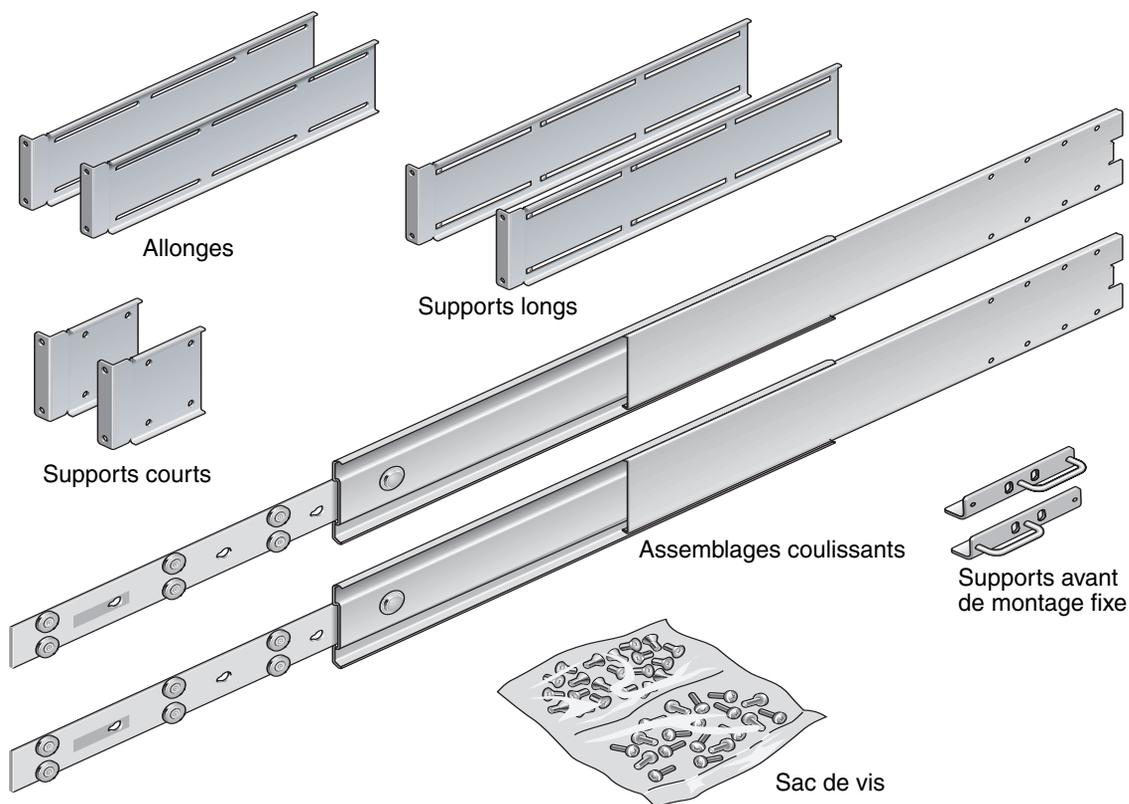

FIGURE 3-6 Contenu du kit à glissières destiné au montage dans un rack de 19 pouces à quatre montants
1. Retirez les supports de montage fixe et les vis cruciformes à tête plate M5 x 8 mm du kit de montage en rack (voir FIGURE 3-6).
3. Retirez les assemblages coulissants Telco du kit de montage (voir FIGURE 3-6).
6. Retirez les supports courts et longs du kit de montage en rack (voir FIGURE 3-6).